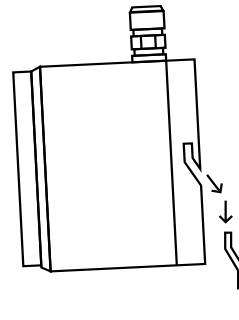

Рис. 4.
- Навесьте водонагреватель на крепежную планку (см. рис. 4).